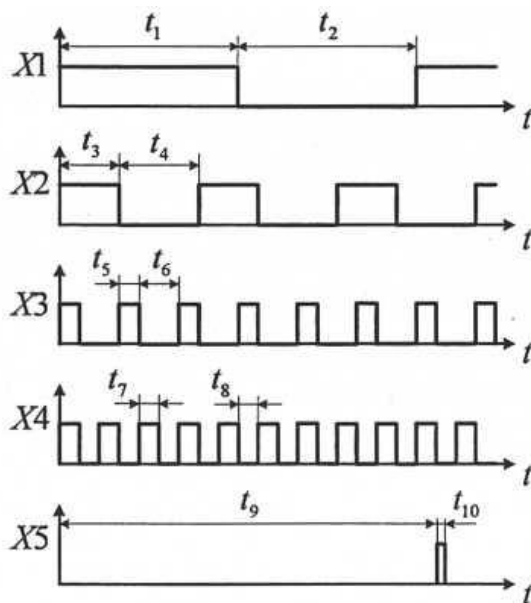

Рисунок 13.1 - Временные диаграммы входных сигналов
б) начертить схему JK-триггера, и построить его временные диаграммы сигналов для заданной последовательности импульсов $J = X1$, $K = X2$, $C = X3$ (рис. 13.1). Показать временные диаграммы J , K , C , Q , Q синхронно друг под другом;
в) начертить схему асинхронного четырехразрядного двоичного счетчика, состоящего из D-триггеров, и построить его временные диаграммы сигналов для заданной последовательности импульсов $C = X4$, $R = X5$ (рис. 13.1). Показать временные диаграммы C , R , $Q1$, $Q2$, $Q3$, $Q4$ синхронно друг под другом.
- б) принципиальные электрические схемы для выполненных экспериментов в соответствии с мнемосхемой, показанной на рис. 13.1;
12. Что нужно изменить в мнемосхеме суммирующего счетчика (рис. 13.1), чтобы получить вычитающий асинхронный счетчик?